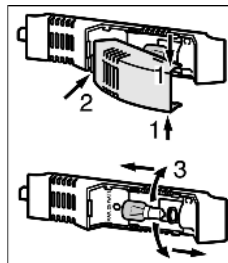

Fig. 6
- ▶ Het afdekkapje van de lamp boven en onder vastpakken *Fig. 6 (1)*.
- ▶ Het afdekkapje achter losklikken en verwijderen *Fig. 6 (2)*.
- ▶ Vervang de gloeilamp *Fig. 6 (3)*.